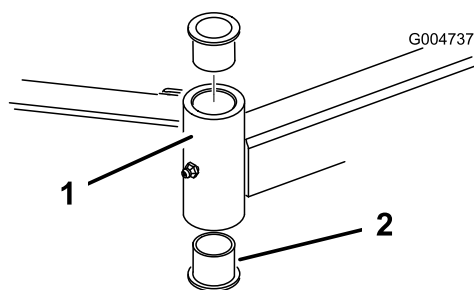

Figura 86
4. Inserte un botador fino en la parte superior o inferior del tubo de montaje y dé golpes hasta que salga el casquillo del tubo (Figura 86).